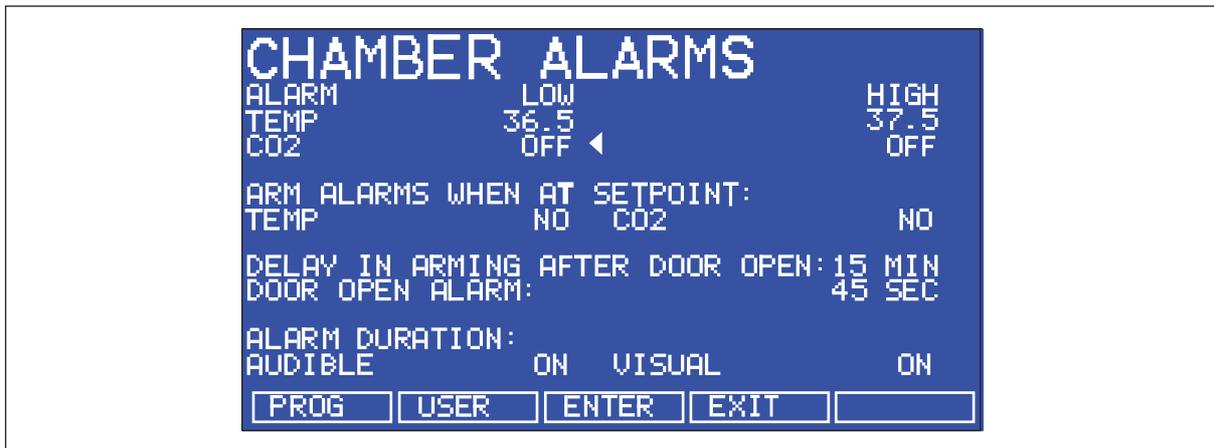

Abb. 5-7: Bildschirm CHAMBER ALARMS
Um den Menübildschirm CHAMBER ALARMS zu öffnen, drücken Sie den Softkey ALARM in der Hauptanzeige. Im Programmierbildschirm CHAMBER ALARMS (siehe Abb. 5-7 auf S. 35) können die verschiedenen Kammeralarm-Optionen gewählt und geändert werden. Um zwischen den einzelnen Optionen zu wechseln, drücken Sie die Richtungstaste ▲ oder ▼. Um Werte einzustellen, drücken Sie die Richtungstaste ◀ oder ▶. Die Sollwerte für den Temperatur-Alarm und die Alarme bei zu hoher und zu niedriger CO₂-Konzentration stellen sich automatisch auf ±0,5 des Temperatur- bzw. CO₂-Sollwerts ein. Die Alarm-Sollwerte können auch manuell eingestellt werden.
2. Wählen Sie *NO* sowohl für *TEMP* als auch *CO₂* (siehe Abb. 5-7 auf S. 35).
Wählen Sie die Option *DELAY IN ARMING AFTER DOOR OPEN* und anschließend die gewünschte Verzögerung (in dem Beispielbildschirm oben 15 Minuten (Abb. 5-7 auf S. 35)), damit die Temperatur und die CO₂-Konzentration nach einem Öffnen der Tür wiederhergestellt werden kann.
Mit *DOOR OPEN ALARM* kann ein Alarm eingestellt werden, der warnt, wenn die Tür nicht richtig geschlossen ist. Dazu können Sie aus sieben voreingestellten Zeiten wählen (45 Sekunden in (Abb. 5-7 auf S. 35)).